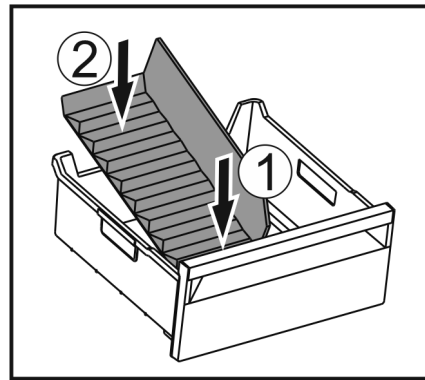

Fig. 238
- Inserire la parte anteriore del divisore dello scomparto del ghiaccio. Fig. 238 (1)
- Abbassare la parte posteriore del divisore dello scomparto del ghiaccio fino al fondo del cassetto. Fig. 238 (2)